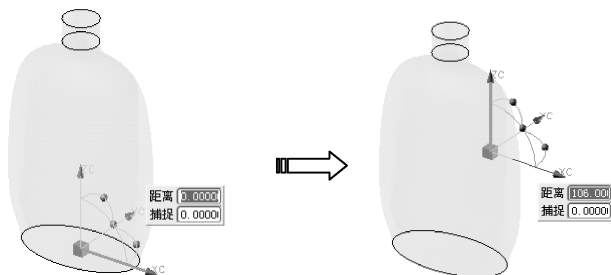

图 5-63 平移工作坐标系
- 09 在上边框条【实用工具】组的 WCS 下拉菜单中单击【WCS 定向】按钮, 接着在图形区中选中 XC 方向的手柄, 并在弹出的浮动文本框内输入距离值为 40, 按下【Enter】键, 工作坐标系向 XC 正方向平移。在图形区中选中 ZC 方向的手柄, 并在弹出的浮动文本框内输入距离值为 106, 按下【Enter】键, 工作坐标系向 ZC 正方向平移, 如图 5-63 所示。